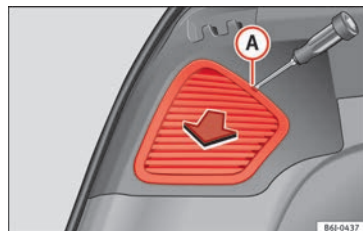

Fig. 198 Feux latéraux.
- Retirez ce cache à l'aide d'un tournevis à tête plate placé dans la rainure indiquée (A) » fig. 198.